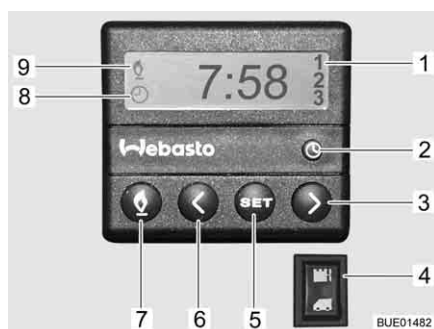

Fig. 89 Centralina di controllo (riscaldamento fisso)
- Premere il tasto (Fig. 89,7). Il funzionamento del riscaldamento viene indicato con il simbolo (Fig. 89,9). La ventola viene inserita solo quando la temperatura dell'acqua di raffreddamento è pari a 30 °C.
- Premere il tasto (Fig. 89,7). Il simbolo (Fig. 89,9) si spegne.
- Premere l'interruttore (Fig. 89,4) in alto. Il motore viene preriscaldato. La ventola viene inserita immediatamente.
- Premere l'interruttore (Fig. 89,4) in basso. Il motore rimane freddo.
- Premere il tasto (Fig. 89,2). L'impostazione dell'ora viene indicata con il simbolo (Fig. 89,8).
- Impostare l'ora con i tasti (Fig. 89,3 e 6).
- Premere il tasto (Fig. 89,5).
- Impostare l'orario di accensione con i tasti (Fig. 89,3 e 6) entro 10 secondi.
- Premere il tasto (Fig. 89,5) fino a che nel display (Fig. 89,1) non appare il numero di programmazione desiderato.